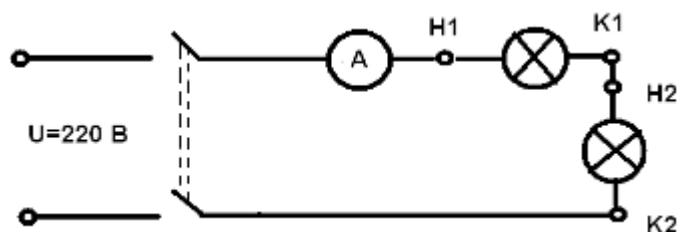

Рисунок 1 – Схема последовательного соединения резисторов.
1. Собрать схему последовательного соединения двух участков с лампами накаливания (рисунок 1) и предъявить для проверки преподавателю.